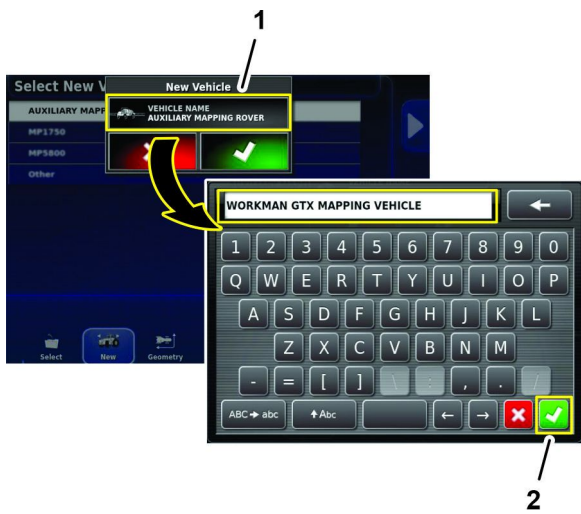

Рисунок 186
6. В диалоговом окне новой машины нажмите на значок «НАЗВАНИЕ МАШИНЫ», с помощью клавиатуры на экране введите название машины для построения карты и нажмите на значок подтверждения (Рисунок 186).